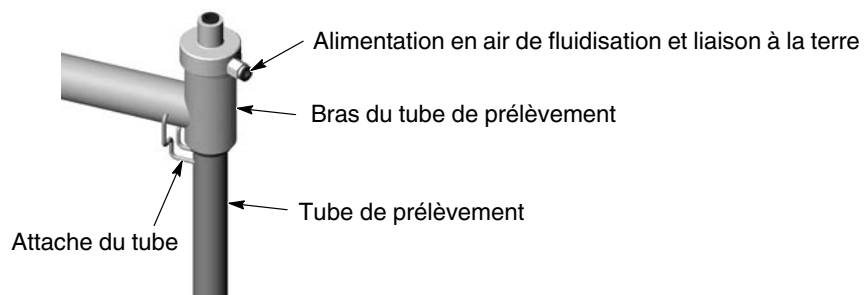

Figure 4-1 Utilisation du porte-tube de prélèvement
1. Voir la figure 4-1. Soulever le tube de prélèvement et pivoter l'attache à tube vers le bas et sous le tube de prélèvement pour la maintenir en place sur le bras.